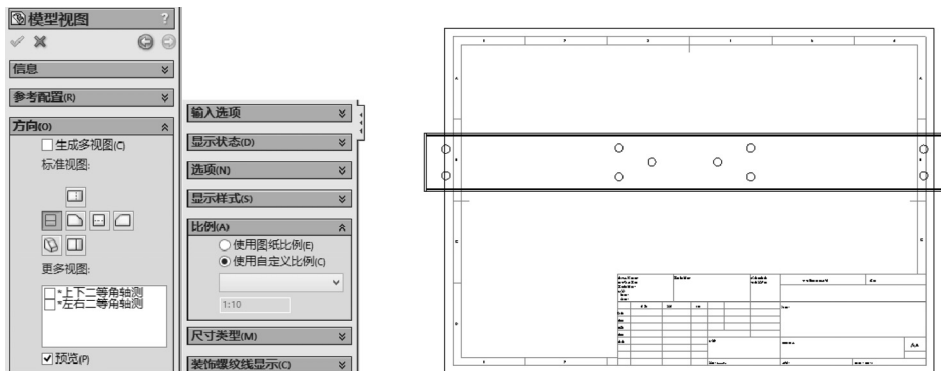

图 7-44 创建“右视”自定义比例模型视图操作
STEP 2 系统打开“模型视图”属性管理器，在“方向”卷展栏中设置视图方向为“右视”，在“比例”卷展栏中设置视图比例为 1:10，然后在图纸绘制区单击创建一标准视图，如图 7-44 所示（视图太长，所以需要用到断裂视图）。